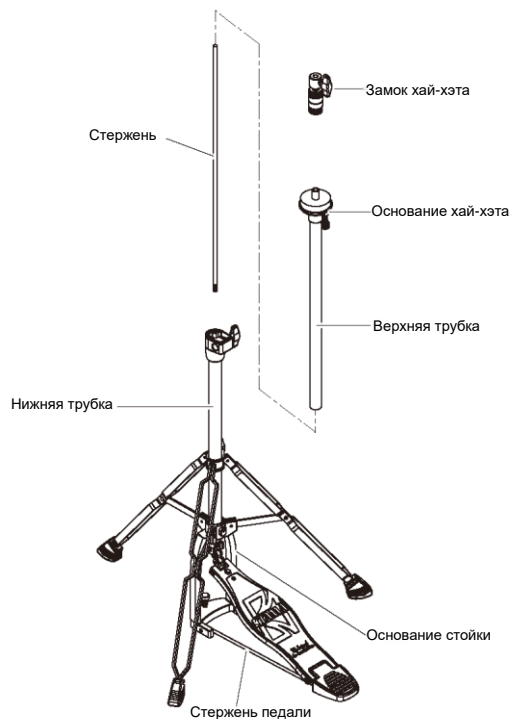

Рис. 7-1
- Сборка стойки хай-хэта (рис. 7-1)